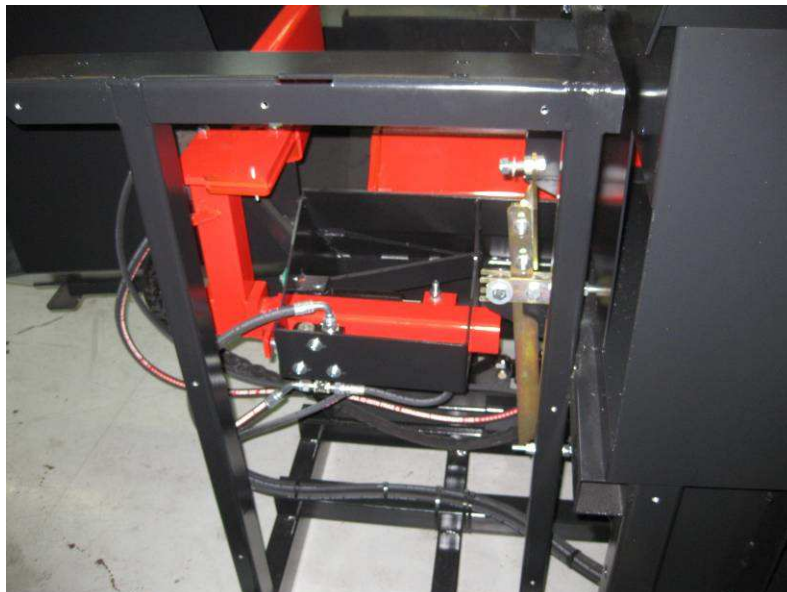

Bild 25.
- ❑ Det bakre motstyckets axel, bild 25.